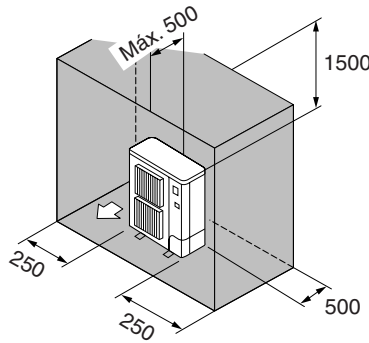

Fig. 3-10
- ⑥ Obstáculos apenas na parte de trás, nos lados e por cima (Fig. 3-10)